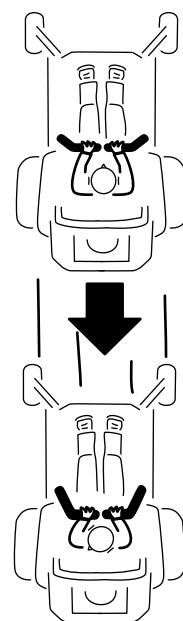

Bild 25
2. Ziehen Sie zum Rückwärtsfahren die Fahrantriebshebel langsam nach hinten (Bild 25).